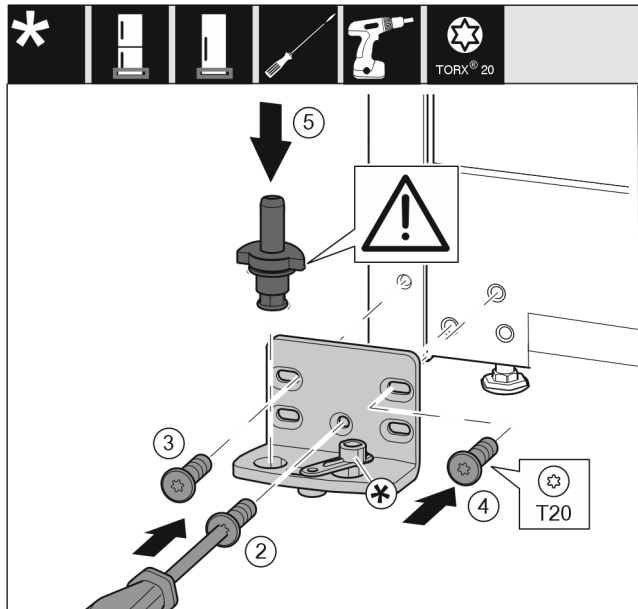

Fig. 16
- Påsæt hængslet på den anden side, og skru den fast med en skruetrækker. Begynd med skruen Fig. 16 (2) forneden i midten.
- Skru skruen Fig. 16 (3) og skruen Fig. 16 (4) fast.
- Sæt lejebolten Fig. 16 (5) helt ind. Sørg for, at låseknasten vender bagud.